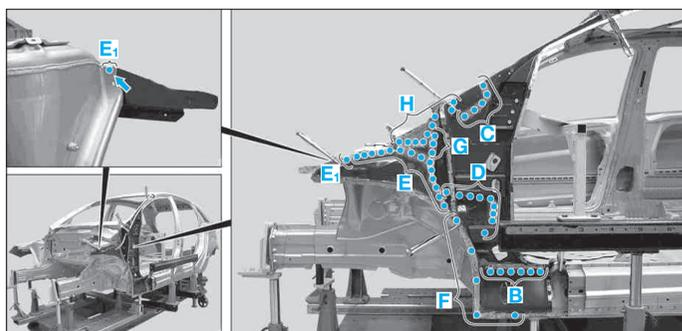

FIG. 46
- Positionner la partie intérieure du montant A, l'ajuster et la bloquer avec des pinces de serrage et des agrafes à visser (Fig.46).